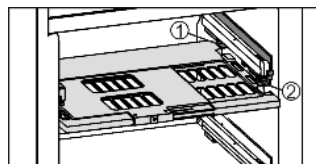

Fig. 21
▶ Установка пластины регулировки влажности: поперечные ребра крышки на пластине вставить через низ в задний держатель Fig. 21 (1) и защелкнуть спереди на держателе Fig. 21 (2).